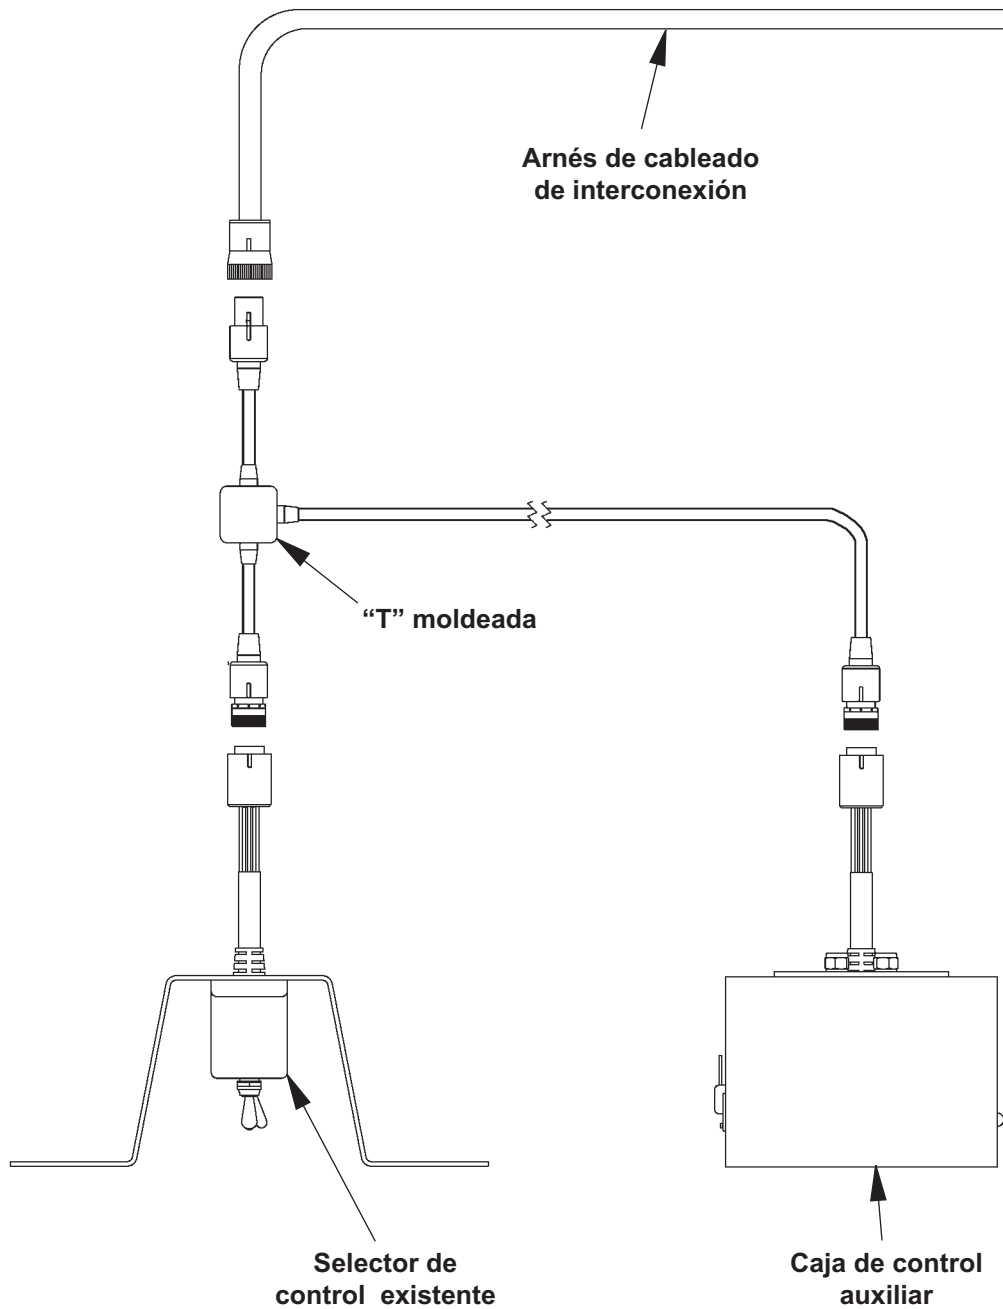

FIG. 6-1
5. Desconecte el arnés de cableado de interconexión del selector de control existente (**FIG. 6-1**). Conecte la "T" moldeada (j. de art.) al arnés de cableado de interconexión, caja de control auxiliar, y selector de control existente como se muestra en la **FIG. 6-1**.